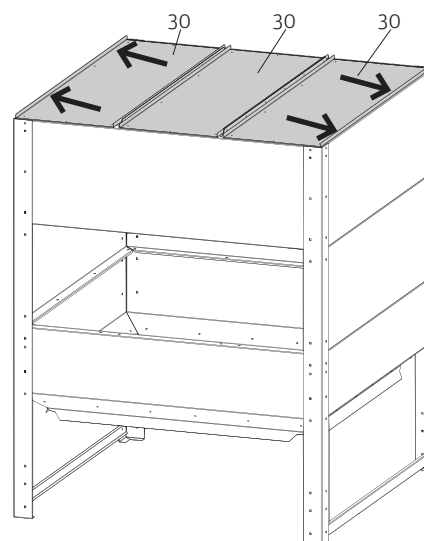

Fig.11 Montaggio degli elementi del cielo
Appoggiare gli elementi del cielo (30) in alto, praticare i fori con un punteruolo o un punzone (non con il trapano) e avvitare gli elementi dall'interno con **viti autofilettanti TT M6**. Iniziare il montaggio dal lato posteriore, le ultime viti vengono montate davanti – Fig. 11.
Spingere verso l'esterno gli elementi esterni del cielo prima di fissarli con le viti – Fig. 11.